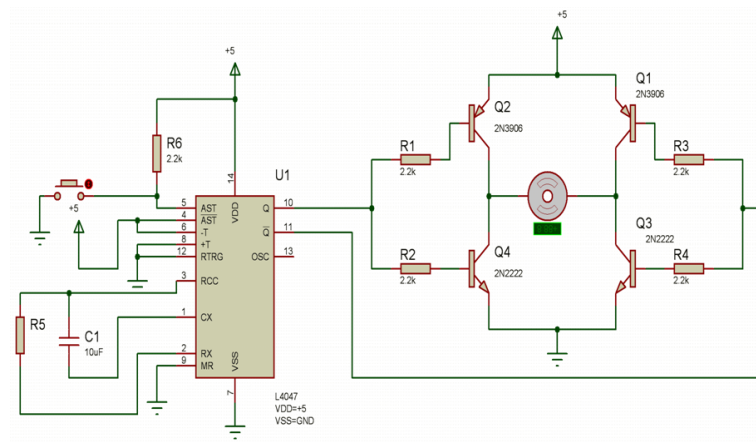

Figura 9: Montaje 4
- Implemente el circuito de la Figura 9. Observe que el temporizador está en modo biestable como en el primer montaje. Ajuste los valores de R y C de manera que el motor avance 3.5s en un sentido y 3.5s en el sentido contrario.